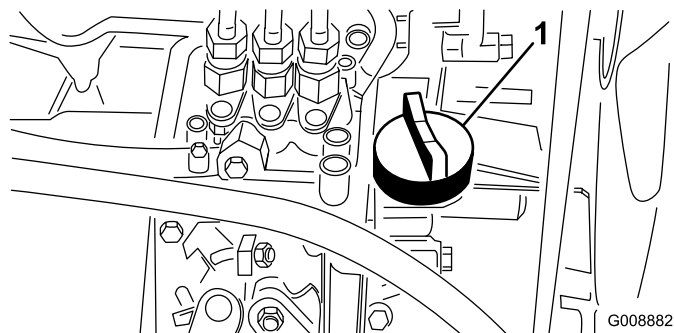

Figura 25
4. Se l'olio è insufficiente, togliete il tappo di rifornimento (Figura 25) ed aggiungete lentamente piccole quantità di olio, controllando spesso il livello, finché non raggiunge il segno di pieno sull'asta.